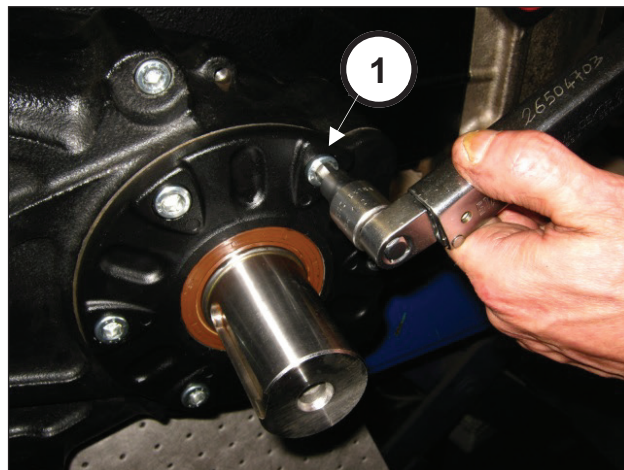

Fig. 82
Serrare le 6 viti M10x25 (pos. ①, Fig. 82). Tarare le viti con chiave dinamometrica come indicato nel capitolo 3 TARATURE SERRAGGIO VITI.